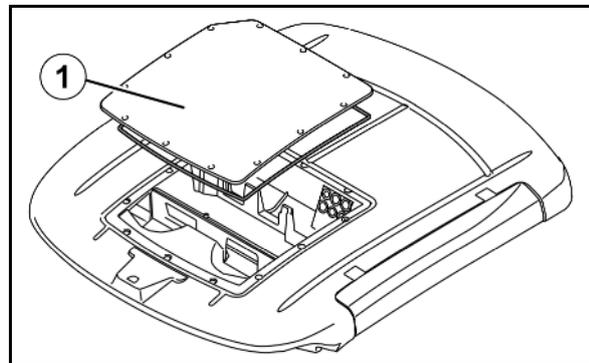

Fig. 198
2. Gegebenenfalls bei nicht laufender Pumpe Öl nachfüllen (maximal bis zur Markierung (Fig. 198/1).
5. Antriebswelle wechselweise nach rechts und links drehen und neues Öl langsam auffüllen. Die korrekte Ölmenge ist eingefüllt, wenn das Öl an der Markierung (Fig. 198/1) sichtbar ist.